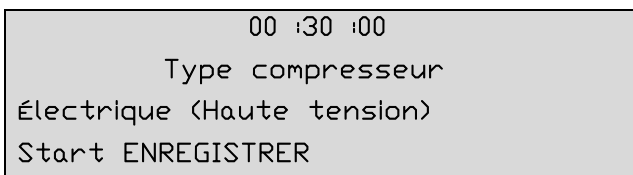

Fig. 15 : Sélection du type de compresseur
4. Un écran apparaîtra pour régler le type de compresseur du véhicule (Fig. 15). Utiliser **↔** pour changer de type de compresseur **ELECTRIC** et **MECHANICAL**, appuyer sur **↓** pour sélectionner **CONTINUE**, puis appuyer sur **↵**.
5. Si le type sélectionné est Electric (high voltage), une procédure spéciale de vidange sera effectuée pour éliminer tout résidu huileux potentiel d'entretiens précédents. L'écran de la Fig. 15 apparaît et les tuyaux devront être raccordés comme sur la Fig. 16.